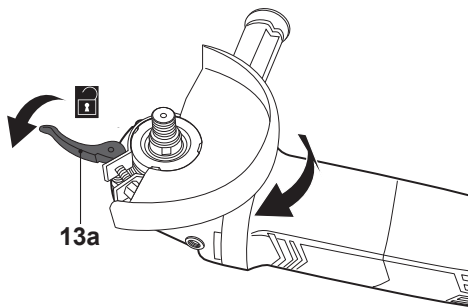

Fig. 9
- > Gire la protección a la posición requerida (Fig. 9).